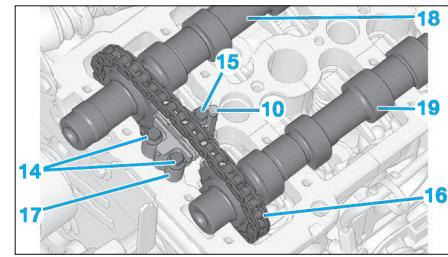
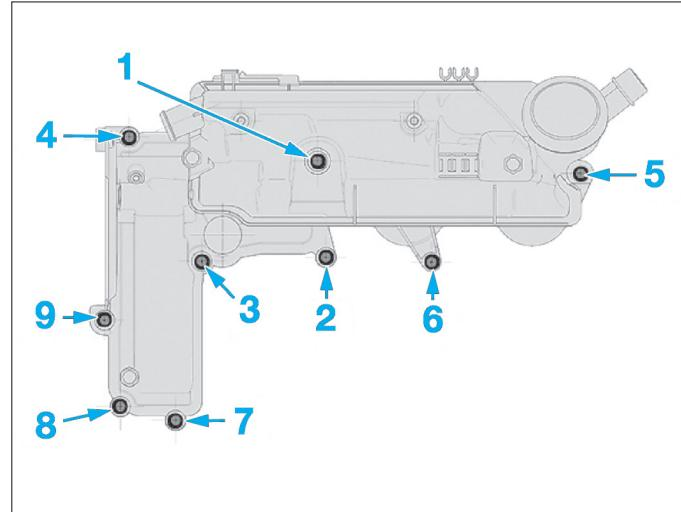

Fig. 68
Fig. 72
- Déposer (Fig.68) :
- les fixations (14) et (15) du tendeur de chaîne (17),
- la chaîne (16),
- le tendeur de chaîne (17),
- les arbres à cames (18) et (19).
- Serrer les vis (14) du tendeur de chaîne au couple de serrage prescrit (Fig.68).
- Tourner d'un quart de tour la goupille (10) afin de déverrouiller le tendeur de chaîne d'arbres à cames.
- Serrer la vis (15) du tendeur de chaîne au couple de serrage prescrit.
- les pions d'appui (13) des brides d'injecteurs.
- Reposer le couvre-culasse et serrer les vis dans l'ordre et aux couples de serrage prescrits (Fig.72).